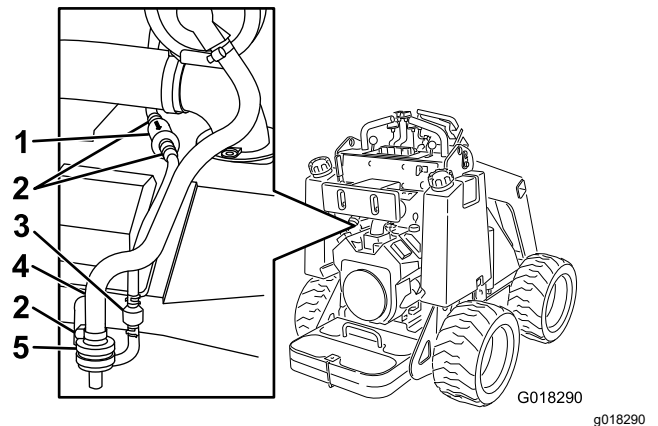

Рисунок 22
3. Ослабьте шланговый хомут над воздушным фильтром с угольным элементом (Рисунок 22).
4. Снимите и удалите в отходы воздушный фильтр (Рисунок 22).
5. Установите новый фильтр в шланг и зафиксируйте его шланговым хомутом (Рисунок 22).
3. Переместите шланговые хомуты пружинного типа с обеих сторон фильтра линии продувки с угольным элементом в стороны от фильтра (Рисунок 22).
4. Снимите и удалите в отходы фильтр линии продувки (Рисунок 22).
5. Установите новый фильтр в шланг так, чтобы стрелка на фильтре была направлена в сторону обратного клапана, и зафиксируйте его шланговыми хомутами (Рисунок 22).